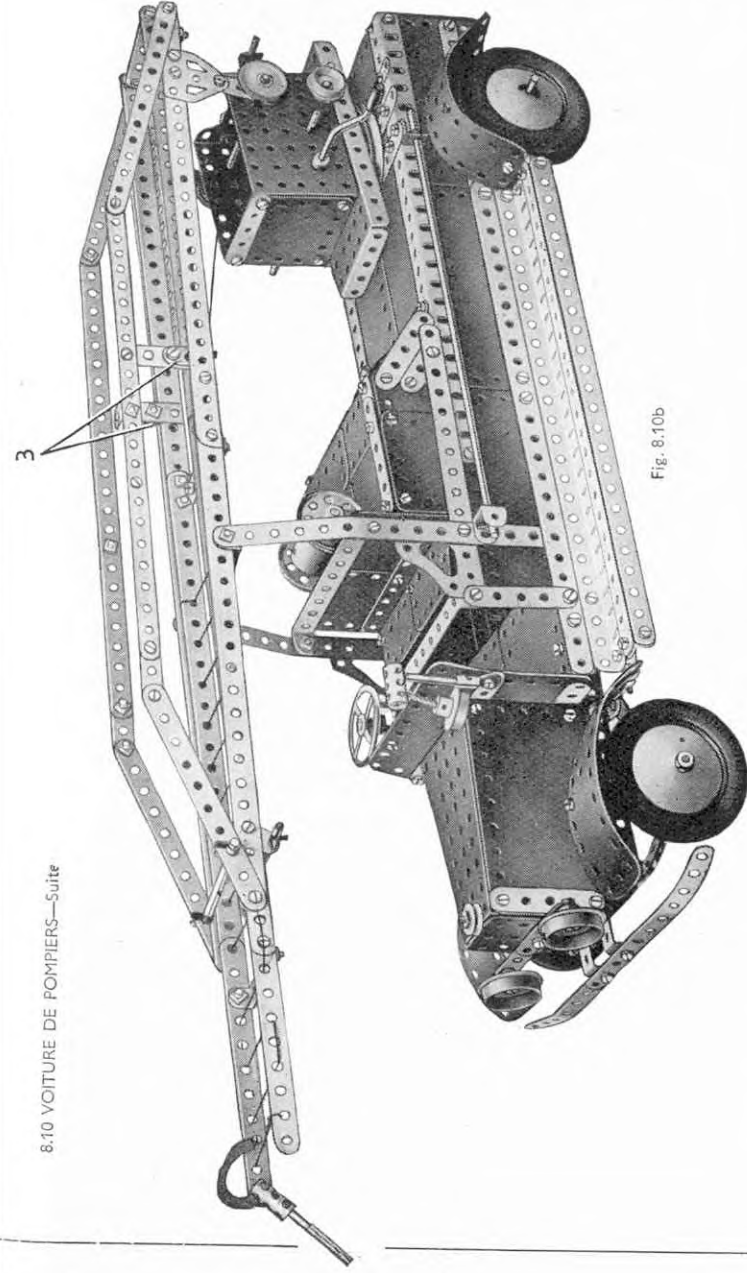

Fig. 8.10b
Deux Plaques Flexibles de $11\frac{1}{2} \times 6$ cm, se recouvrant sur trois trous forment l'avant du poste du chauffeur; elles sont boulonnées aux côtés du capot par deux Equerres de 25×25 mm. Un Raccord de Tringle et Bande muni d'une Tringle de 38 mm, est boulonné à la Plaque Flexible supérieure dans la position indiquée par la Fig. 8.10b, et la Tringle est munie d'un Accouplement à son extrémité. Une Roue à Boudin de 19 mm, représentant un gong est suspendue par une Corde à l'extrémité de cet Accouplement. Le plancher est formé de deux Plaques-Bandes de 6×6 cm, fixées entre les longérons du châssis.
Le mécanisme commandant le pivotement de l'échelle ainsi que le développement de celle-ci est logé dans la base. Une grande Manivelle traversant le devant des deux Plaques à Rebords de 9 x 6 cm, porte à son extrémité un Pignon de 12 mm, (5). Celui-ci engrène avec une Roue de 57 dents montée sur une Tringle de 9 cm, qui traverse également les parois latérales de la base. Une Corde est fixée à l'aide d'un Ressort d'Attache à la Tringle de 9 cm, puis passée autour d'une Poulie folle de 12 mm, et finalement attachée à une Bande 7 cm, $\frac{1}{2}$ au pied de l'échelle fixe (Fig. 8.10b). La Poulie folle de 12 mm, est montée sur un Boulon de 12 mm, traversant une Chape boulonnée à la base.
L'échelle développable est commandée par une petite Manivelle traversant l'arrière de la base et munie à son extrémité d'une Roue à Boudin de 19 mm, qu'on aperçoit sur la Fig. 8.10b. Une Corde est attachée à la Manivelle, puis enroulée plusieurs fois sur celle-ci et passée par-dessus la Poulie fixe de 12 mm, (2), pour venir s'attacher finalement au pied de l'échelle développable.